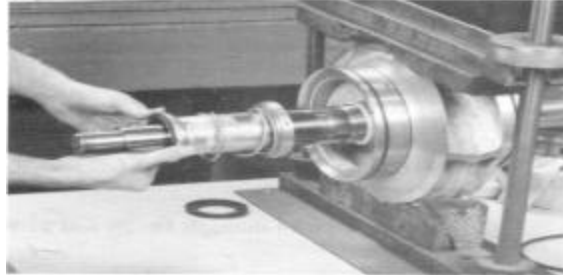

FIGURA 47 – INSTALACION DE CABEZA DE SELLO
14. Recubra ligeramente el extremo exterior del eje con un tratamiento de aceite para motor STP o uno igual y deslice la cabeza del sello mecánico (0-004-0) hacia el eje. (Consulte la Figura 47).